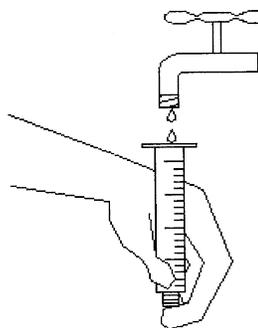

Figura 3
4. Llene completamente con agua el cuerpo de la jeringa, como se indica en la figura 3, tapando la punta con el dedo.